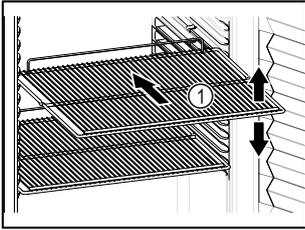

Fig. 60 Représentation à titre d'exemple
- ❑ Lorsque les grilles de support Fig. 60 (1) peuvent être déplacées, changez leur position en fonction de la hauteur des aliments.